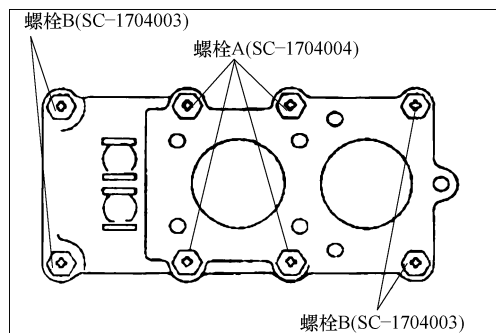

图 3-22 螺栓安装位置图
4) 安装的检修点。安装操纵盖前刮除粘附在表面的脱粘剂, 对安装的螺栓的螺纹部分涂上规定的螺纹胶粘剂如图 3-22 所示。螺栓尺寸按照安装位置而异, 安装时注意不要搞错。要先安装定位螺栓 A, 螺栓尺寸如表 3-8 所示。所有 A、B 螺栓的拧紧力矩为 $15 \sim 22 \text{ N} \cdot \text{m}$ 。